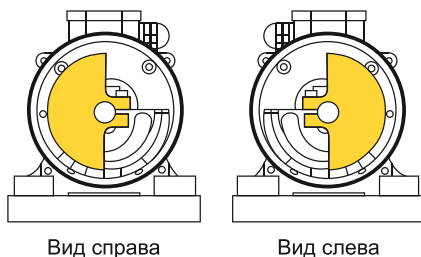

Рисунок 4. Правильная установка дебалансов (эксцентриков)
- Дебалансы должны быть установлены таким образом, чтобы они имели одинаковое направление вращения на обоих концах. (Рис. 4).